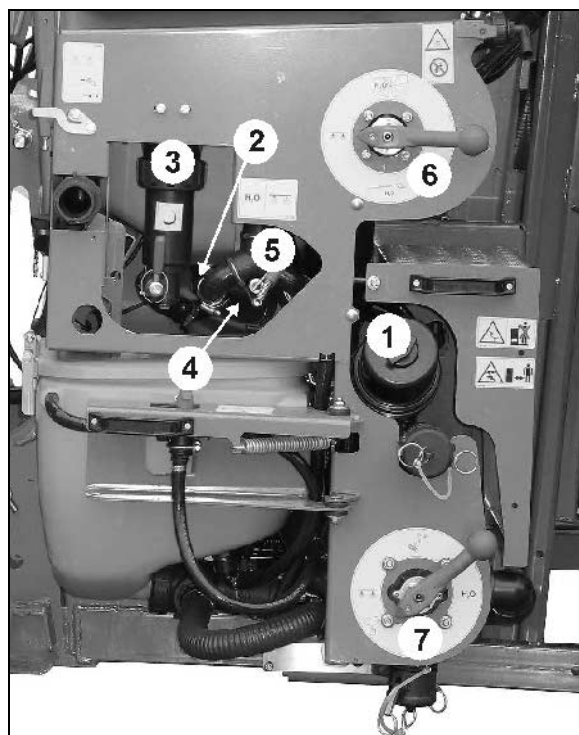
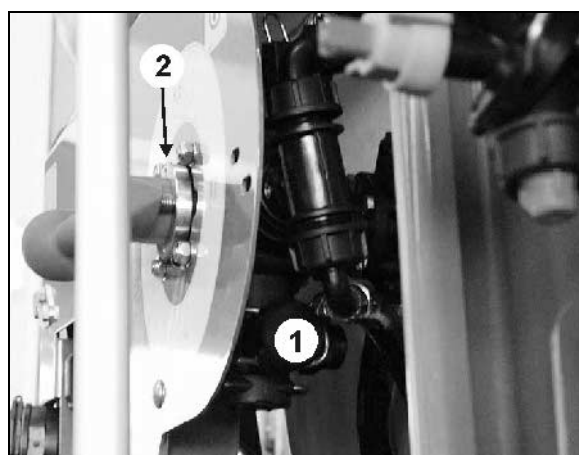

Fig. 108
Fig. 110
2. Afmonter og rengør sugefiltret (Fig. 108/1). Se hertil på side 144.
5. Skru omrørerslangen (Fig. 108/2) af sprøjtevæskebeholderen. Omrørerslangen (Fig. 108/2) forbinder hanen (Fig. 108/3) med sprøjtevæskebeholderen.
6. Skru tilbageløbsslangen (Fig. 108/4) af sprøjtevæskebeholderen. Tilbageløbsslangen (Fig. 108/4) forbinder skiftehanen sprøjtedrift / skylning (Fig. 108/5) med sprøjtevæskebeholderen.
8. Fjern hættten (Fig. 110/1) på kontroltilslutningen på VARIO-skift-tryksiden (Fig. 108/6) eller (Fig. 110/2).
13. Skift flere gange mellem alle positioner på VARIO-skift-sugesiden (Fig. 108/7) og VARIO-skift-tryksiden (Fig. 108/6).